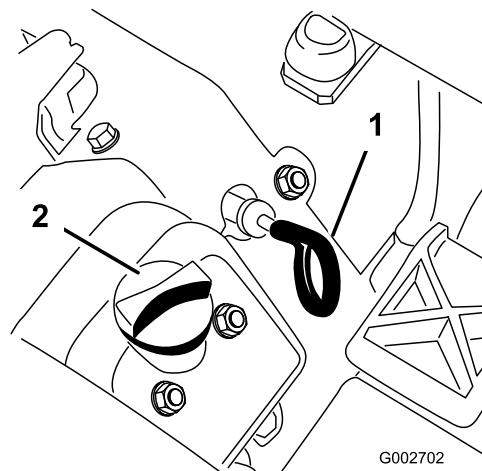

Рисунок 14
3. Выньте масломерный щуп (Рисунок 14) и протрите его чистой ветошью.